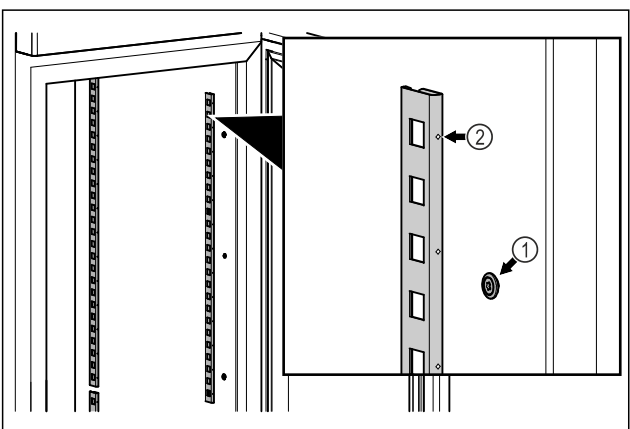

Fig. 79 Ilustratīvs attēlojums
► Iekabiniet aizturu līstes viru mehānismā Fig. 79 (1). Atzīmei Fig. 79 (2) jābūt vērstai virzienā uz priekšu.